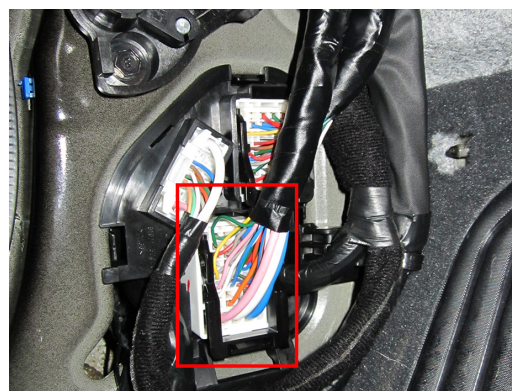

Рис.2 Место подключения
4. Подключите модуль автозапуска ESM-250 – выводы модуля, которые требуется подключить выделены на рис. 4. Подключение производится в белом разъеме за левой кик панелью (см. рис. 2, 5).